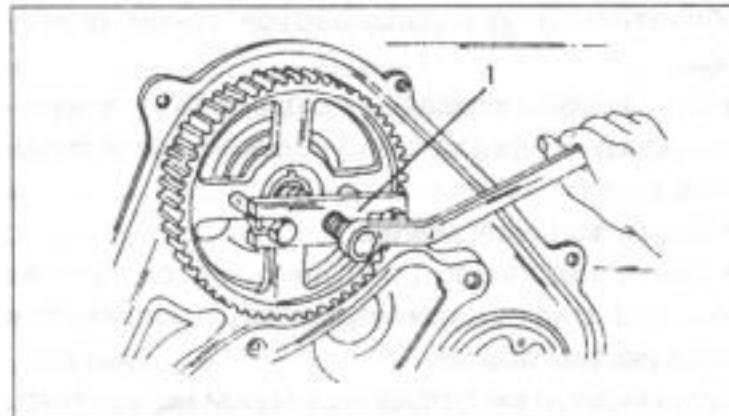

Рис. 38.
- Съемником вынуть ведущее колесо топливного насоса высокого давления, подобно тому, как это показано для распределительного вала на рис. 38.
двуухкулачковым съемником, который ввинчивается в резьбовое отверстие приводного колеса подобно тому, как это показано на рис.38.